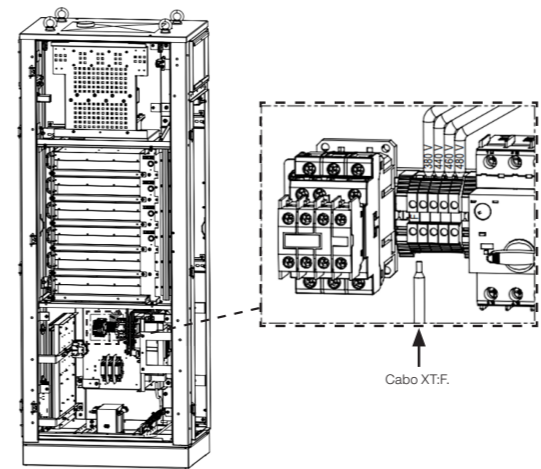

Figura 5.3: Ajuste de la tensión de la red de alimentación
2. Localice el conjunto de bornes XT en la parte inferior de la estación (Figura 5.3)